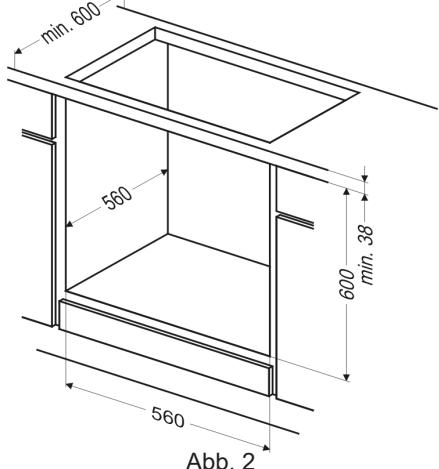

Abb. 2
- Ausschnitt im Möbelstück (im Schrank) für Montage des Backofens vorbereiten, der die Außemasse nach dem Abbildung 2 hat.
- Ausschnitt im Möbelstück (im Schrank) für Montage des Backofens vorbereiten, der die Außmasse nach dem Abbildung 2 hat.